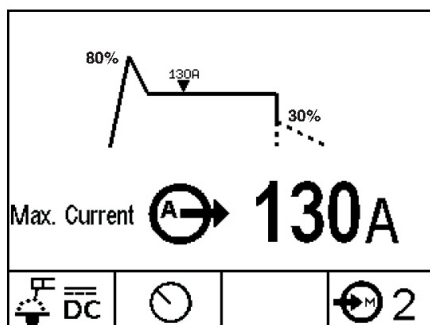

Abb. B.4a
- Stabelektrodenschweißen (STICK, siehe Abb. B.4a)